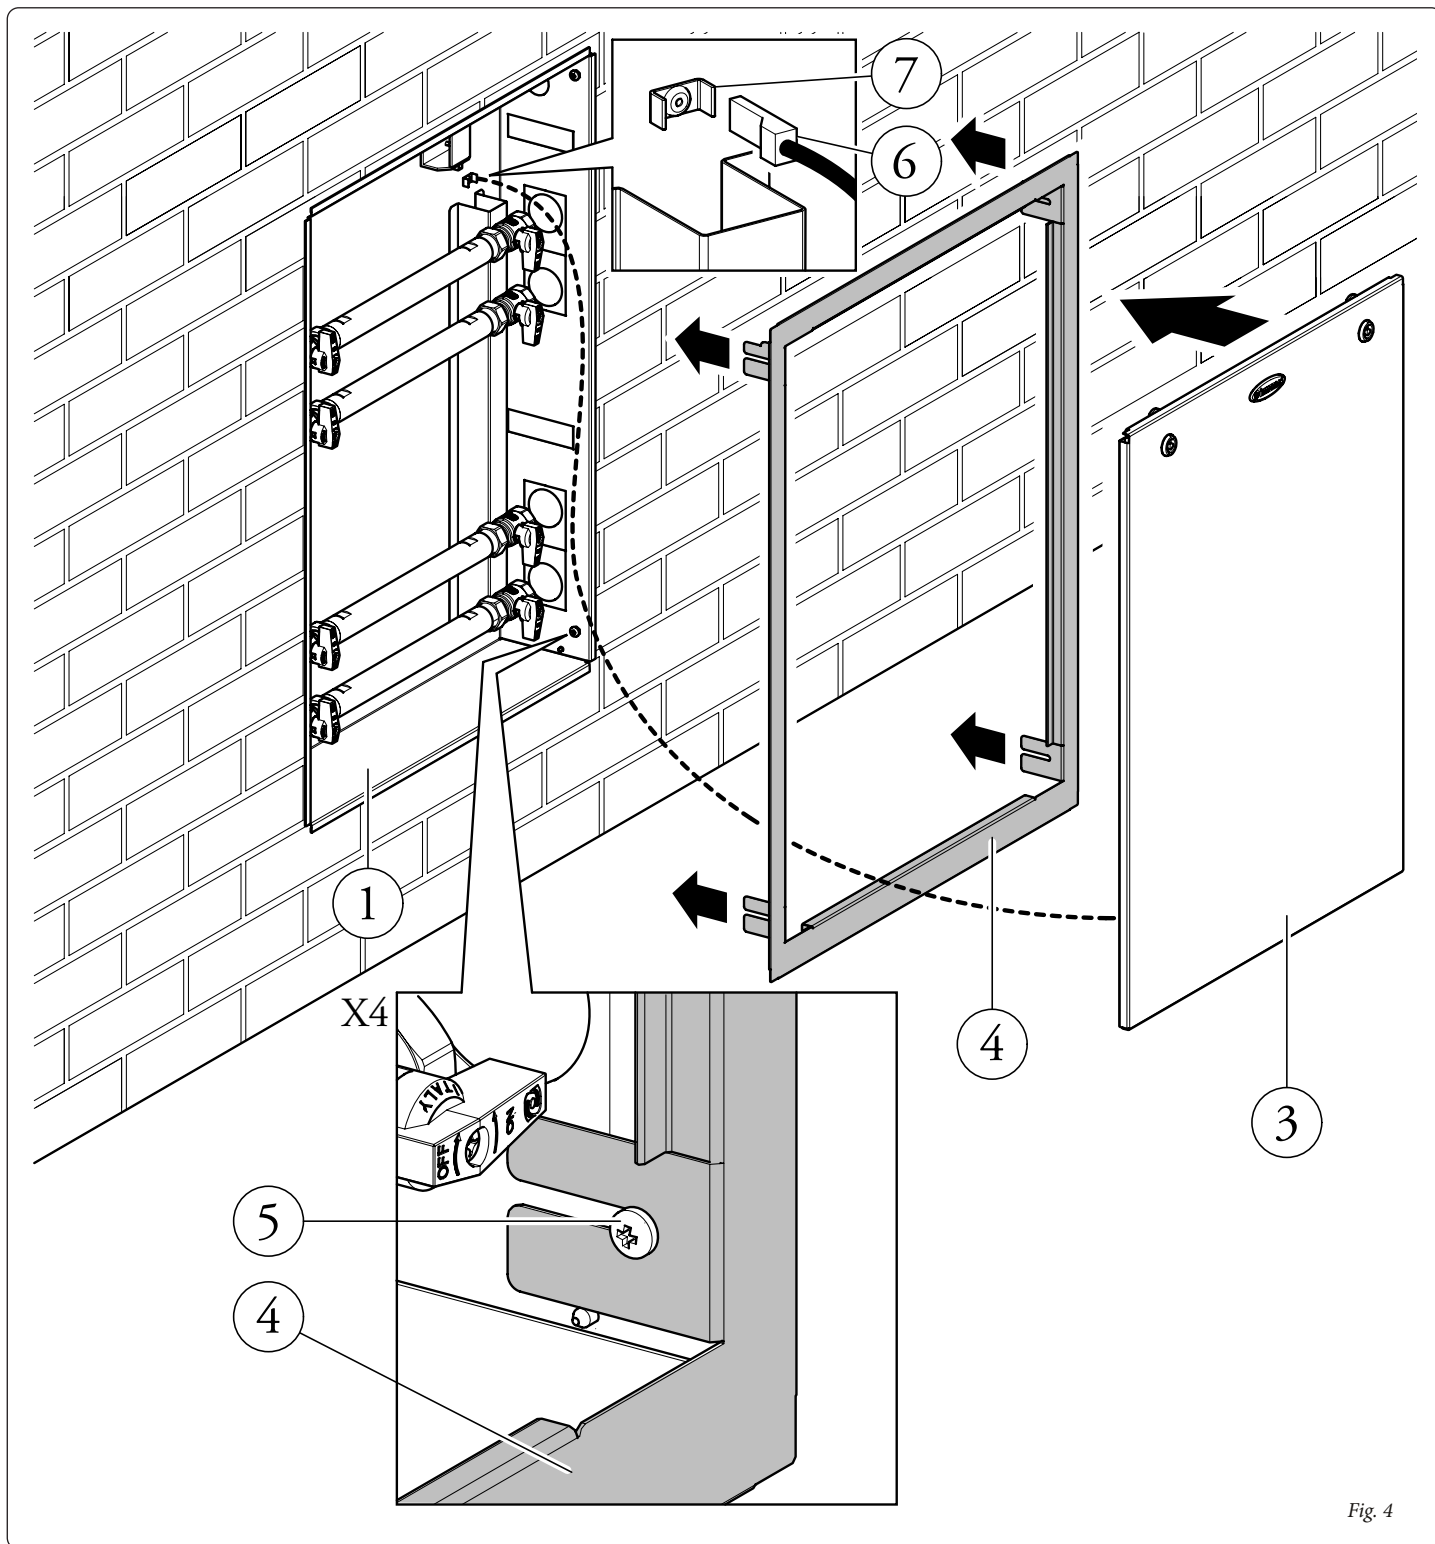

Fig. 4
- Installare la cornice (4) sul telaio (1) e portarla a contatto con il muro. Bloccarla in posizione serrando le quattro viti (5) fornite in dotazione (Fig. 4).
- Chiudere il telaio utilizzando il portello frontale (3) avendo cura di collegare il morsetto faston "femmina" (6) all'apposito faston "maschio" (7) presente sul fondo del "Basic Box Container maggiorato" (Fig. 4).
- Install the frame (4) on the other frame (1) and take it into contact with the wall. Block it in position by tightening the four screws (5) supplied (Fig. 4).
- Close the frame using the front door (3) paying attention to connect the "female" faston terminal (6) to the provided "male" faston (7), present at the bottom of the "Basic Box Overdimensioned Container" (Fig. 4).